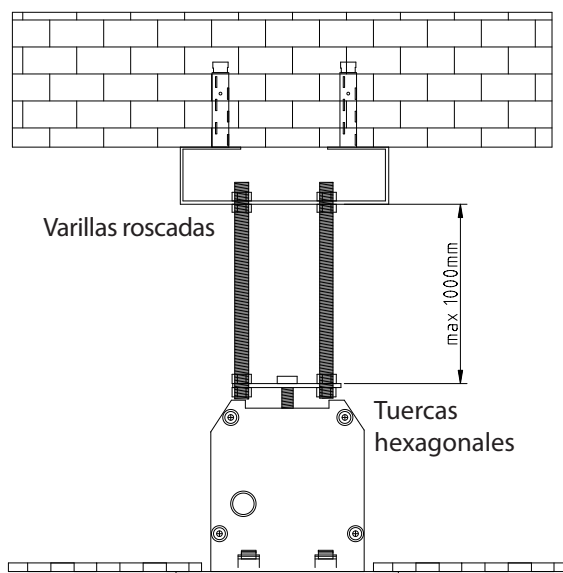

Figura 5
- Posteriormente, coloque la pantalla con la ayuda de las tuercas hexagonales en una posición horizontal, cerrando así el boquete en el techo (figura 5). Utilice un nivel de burbuja para alinear la pantalla.